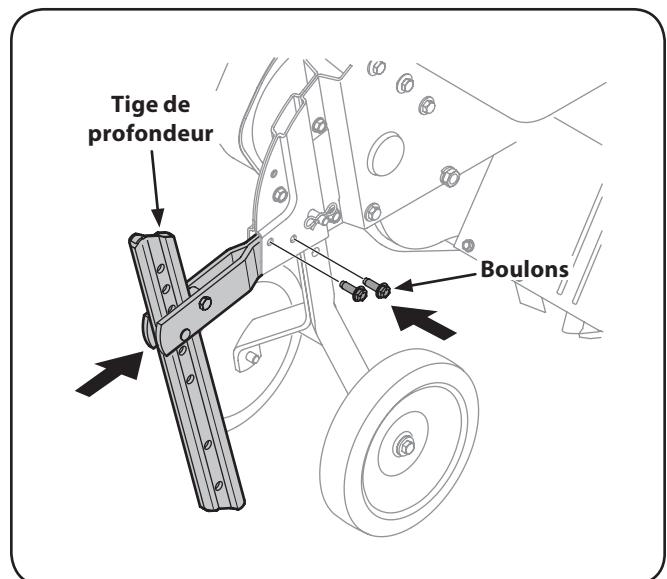

Figure 3-6
- Installez la tige de profondeur sur le châssis et remplacez les deux boulons retirés à l'étape 1. Serrez bien les boulons. Voir Figure 3-6.